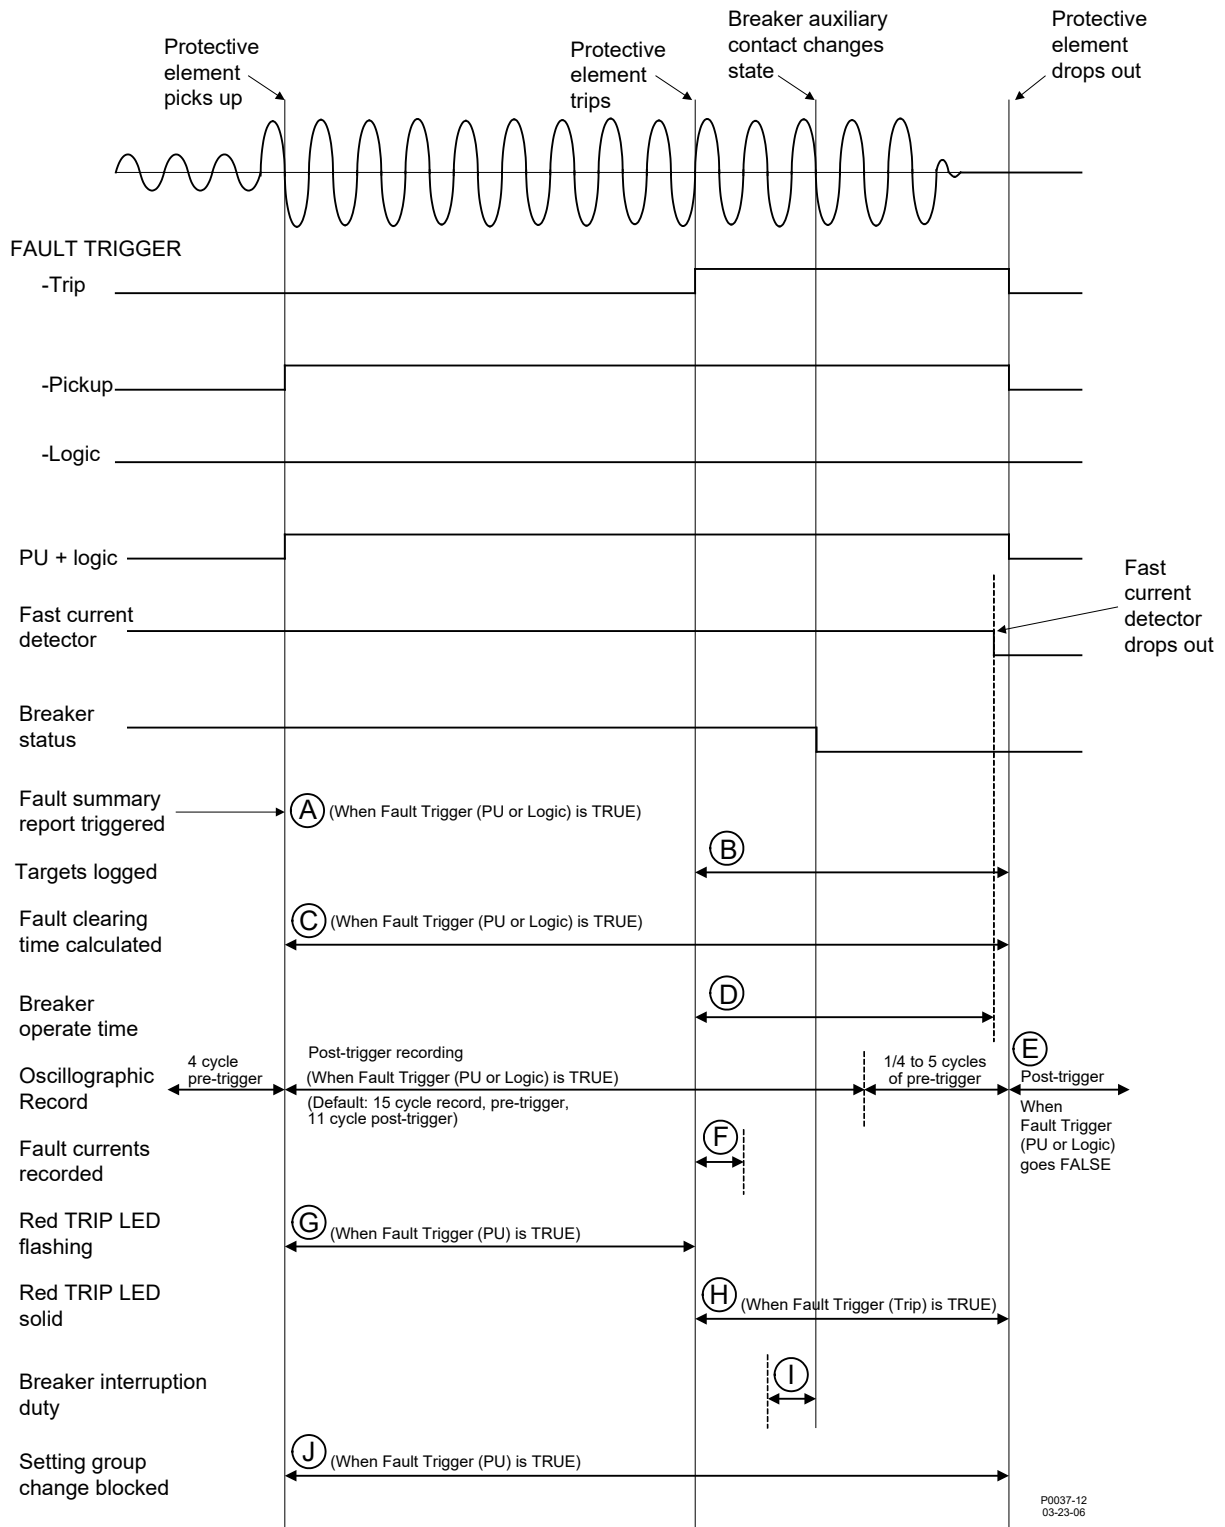

Figure 39-9. Analyse de défaut de protection
- *Cibles.* Cette ligne indique les cibles qui ont été consignées dans le rapport de défaut entre le moment où l'expression de déclenchement a été définie sur vrai et la fin du défaut. Reportez-vous à la Figure 39-9 et au Tableau 39-3, repère B.
- *Distance par rapport au défaut.* Cette ligne indique la distance par rapport au défaut sur la ligne. Les unités sont les mêmes que celles utilisées pour déterminer la longueur de ligne. Reportez-vous à la Figure 39-9 et au Tableau 39-3, repère F.
- *Délai de suppression du défaut.* Cette ligne indique le temps entre le moment où le BE1-11g a détecté le défaut et le moment où il a détecté que le défaut a été supprimé. Reportez-vous à la Figure 39-9 et au Tableau 39-3, repère C.
- *Enregistrement oscillographique.* Cette ligne indique le nombre d'enregistrements oscillographiques stockés dans la mémoire pour ce rapport de défaut. Reportez-vous à la Figure 39-9 et au Tableau 39-3, repère E. Le stockage des enregistrements oscillographiques est décrit plus loin dans ce chapitre.
- *VA, IA, Circuit IA 2, VB, IB, Circuit IB 2, VC, IC, Circuit IC 2.* Ces lignes indiquent les angles et amplitudes de courant et de tension de phase, mesurés deux cycles d'alimentation immédiatement après le début du déclenchement. Si le défaut est supprimé avant le déclenchement du BE1-11g, les tensions et courants de défaut sont enregistrés pour le cycle d'alimentation, deux cycles avant la fin du défaut. Reportez-vous à la Figure 39-9 et au Tableau 39-3, repère F.
- *V0, V1, V2.* Ces lignes indiquent les angles et amplitudes de tension triphasée résiduelle, de séquence positive et de séquence négative, mesurés deux cycles d'alimentation immédiatement après le début du déclenchement. Si le défaut est supprimé avant le déclenchement du BE1-11g, les tensions de défaut sont enregistrées pour le cycle d'alimentation, deux cycles avant la fin du défaut. Reportez-vous à la Figure 39-9 et au Tableau 39-3, repère F.
- *IG, Circuit IG 2.* Cette ligne indique l'angle et l'amplitude du courant de terre, mesurés deux cycles d'alimentation immédiatement après le début du déclenchement. Si le défaut est supprimé avant le déclenchement du BE1-11g, le courant de défaut est enregistré pour le cycle d'alimentation, deux cycles avant la fin du défaut. Reportez-vous à la Figure 39-9 et au Tableau 39-3, repère F.
- *3I0, Circuit 3I0 2, I1, Circuit I1 2, I2, Circuit I2 2.* Ces lignes indiquent les angles et amplitudes de courant triphasé résiduel, de séquence positive et de séquence négative, mesurés deux cycles d'alimentation immédiatement après le début du déclenchement. Si le défaut est supprimé avant le déclenchement du BE1-11g, les courants de défaut sont enregistrés pour le cycle d'alimentation, deux cycles avant la fin du défaut. Reportez-vous à la Figure 39-9 et au Tableau 39-3, repère F.
- *FP, FX.* Cette ligne indique la fréquence pour l'entrée de tension de phase et l'entrée de tension auxiliaire, mesurée immédiatement après le début du déclenchement. Reportez-vous à la Figure 39-9 et au Tableau 39-3, repère F.
- *VX.* Cette ligne indique l'angle et l'amplitude de la tension auxiliaire, mesurés deux cycles d'alimentation immédiatement après le début du déclenchement. Si le défaut est supprimé avant le déclenchement du BE1-11g, les tensions de défaut sont enregistrées pour le cycle d'alimentation, deux cycles avant la fin du défaut. Reportez-vous à la Figure 39-9 et au Tableau 39-3, repère F.
Tableau 39-3. Légende pour Figure 39-9